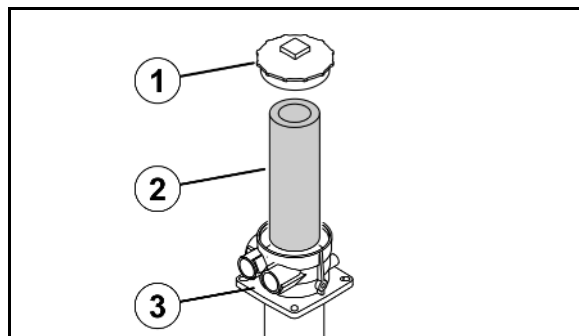

Fig. 186
1. Åpne dekslet (Fig. 186/1) til venstre på førerhustaket.
2. Løsne forriglingen til filteret (Fig. 186/2), ta det ut og sett inn nytt filter.